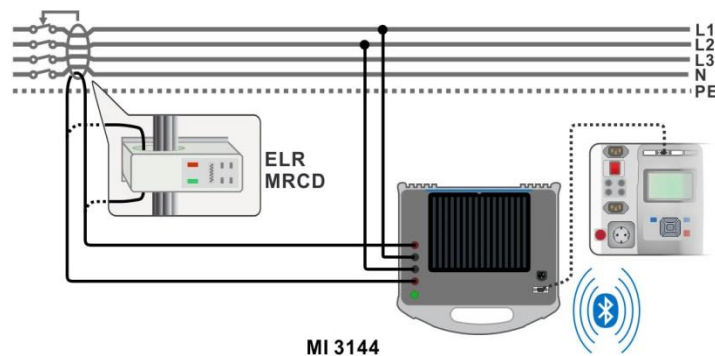

Abbildung 6.96: ELR-Stromeinspeisungstest / Kombination Zeit Test Verbindung
- › Schließen Sie die Prüflitungen am Prüfling an. Siehe **Abbildung 6.96**. Ausführliche Informationen finden Sie in **der Bedienungsanleitung für MI 3144 – Euro Z 800 V**.
Siehe **Abbildung 6.96: ELR-Stromeinspeisungstest / Kombination Zeit Test Verbindung**
- › Schließen Sie die Prüfleitungen am Prüfling an. Siehe **Abbildung 6.96**. Ausführliche Informationen finden Sie in **der Bedienungsanleitung für MI 3144 – Euro Z 800 V**.